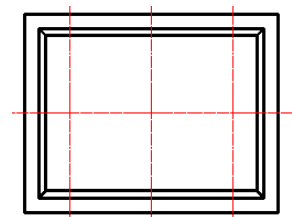

图 17.5.9 偏移中心线 1
(1) 偏移中心线 1。用 **修改(M)** → **偏移(O)** 命令，将 Step7 中的竖直中心线分别向左右各偏移 175，完成后的图形如图 17.5.9 所示。